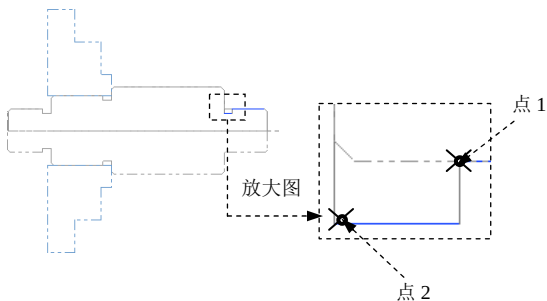

图 18.16 定义加工轮廓
Step2. 定义加工轮廓。在“径向车削的切槽选项”对话框中选中 **2点** 单选项，单击 按钮，在图形区依次选取图 18.16 所示的点 1 与点 2，然后按 Enter 键，系统弹出“车床-径向粗车 属性”对话框。